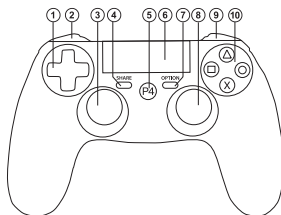

Рис. 1
7. ОПИСАНИЕ КОНСТРУКЦИИ (Рис. 1)
- 5 HOME (PS)